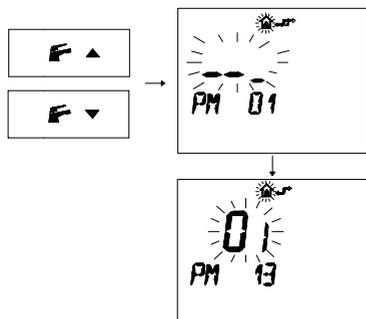

Figura 5.43
- Premere i pulsanti F (⏪) e F (⏩) per visualizzare la programmazione "PM13" modo pompa (Figura 5.43).